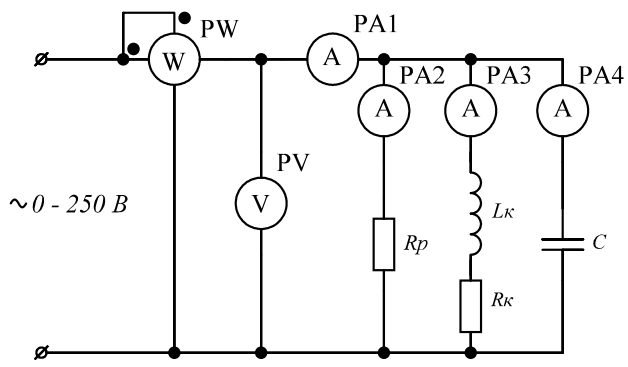

Рис.3.6. Электрическая схема параллельного соединения резистора, катушки и конденсатора
4. Собрать электрическую цепь, схема которой приведена на рис.3.6. Прodelать п.2.3.2 при параллельном включении всех трех